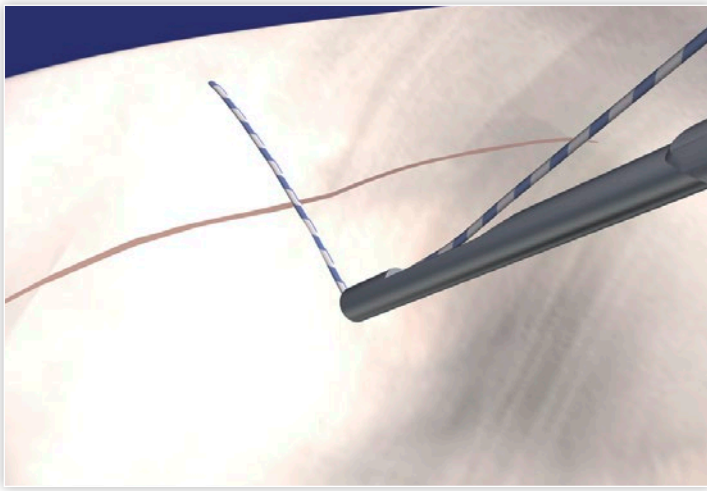
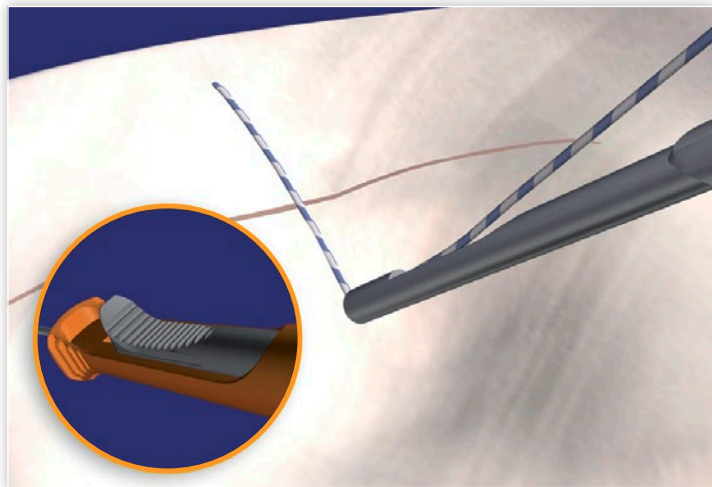

Abb. 16: Spitze des Knotenschiebers/Cutters gegen den Knoten drücken und den Knoten versenken
Abb. 17: Auslöser betätigen, um den Nahtfaden abzuschneiden
8. Zum Abschneiden des überschüssigen Fadens achten Sie darauf, dass die Spitze des Knotenschiebers/Cutters dicht am Knoten sitzt, so dass nach dem Abschneiden ein Fadenende von 2–3 mm Länge verbleibt. Halten Sie den Faden straff gespannt und schieben Sie mit der Spitze des Knotenschiebers/Cutters den Knoten auf den Meniskus. In einigen Fällen lässt sich der Knoten so im Meniskus versenken, dass das Fadenende bündig mit der Meniskusoberfläche abschließt (Abb. 16). Schieben Sie den Auslöser des Knotenschiebers/Cutters nach vorne, um den Nahtfaden abzuschneiden (Abb. 17 und 18).